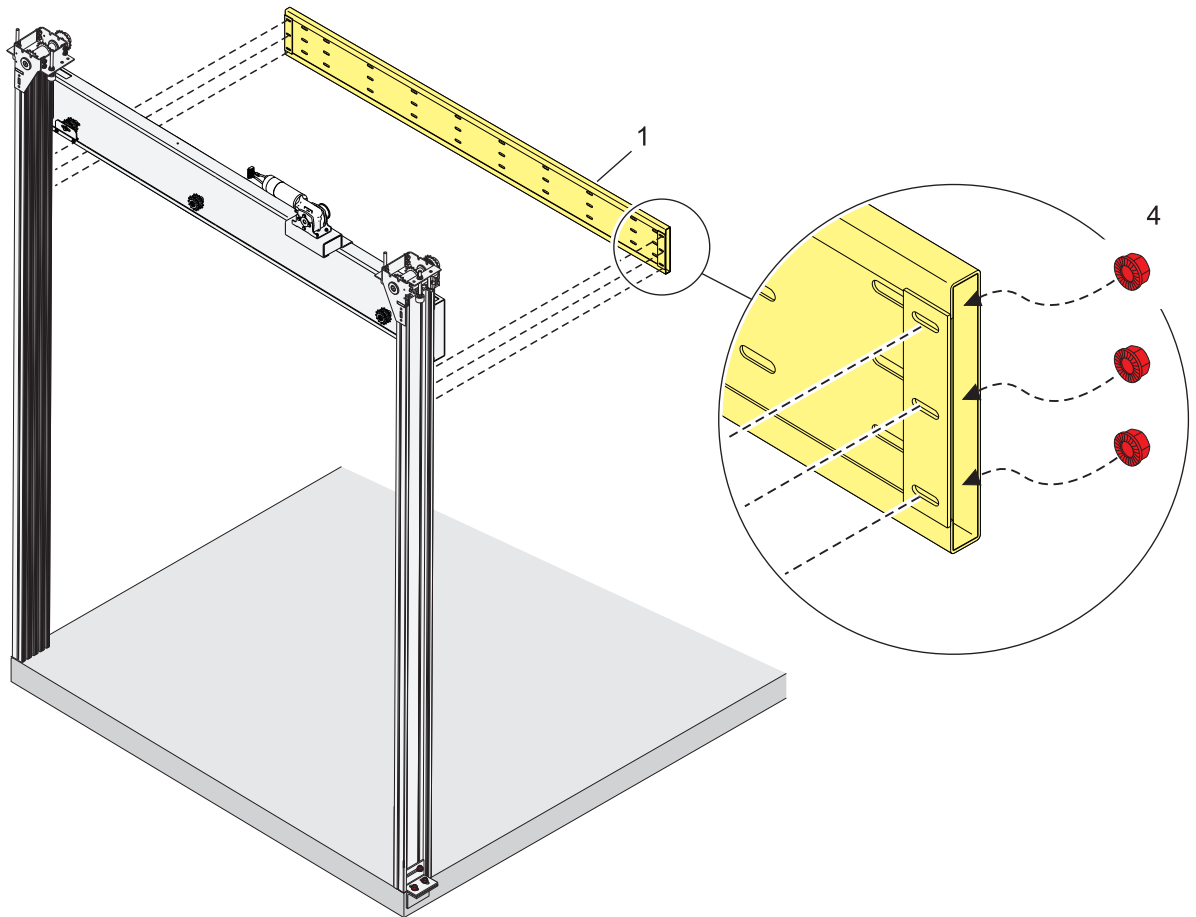

Abb. 14
- Abdeckblech, Bauteil (1), Abb. 14, Seite 21